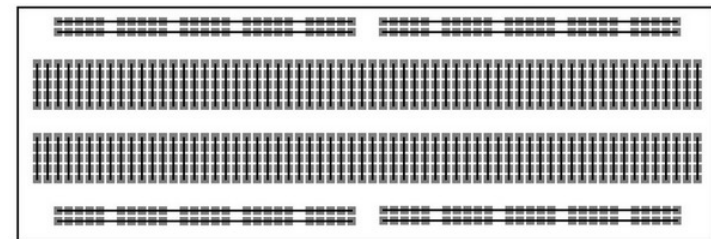

Figura 3: Placa de test: conexiuni interne. Linie dreaptă = conexiune electrică
Placa de test (fig. 2,3), numită *solderless breadboard* sau uneori *protoboard* permite interconectarea componentelor fără lipituri. Ea conține grupuri de găuri în care se pot introduce terminalele componentelor sau fire de legătură. Grupuri *verticale* de câte 5 găuri sînt interconectate în interiorul plăcii prin niște contacte metalice. De asemenea, există și câte 2 rînduri *orizontale* de găuri, mult mai lungi, plasate în partea de sus și jos, de asemenea interconectate. Un detaliu, în care placa este văzută prin transparență, este dat în figura 3 (liniile drepte reprezintă contactele electrice).
- se „explorează” modul în care sînt interconectate în interior găurile plăcii de test (verificînd corespondența cu figura 3): se introduc cele 2 fire, după dorință, în oricare 2 găuri, și pe baza semnalului sonor se verifică dacă există conexiune sau nu. Se vor încerca: